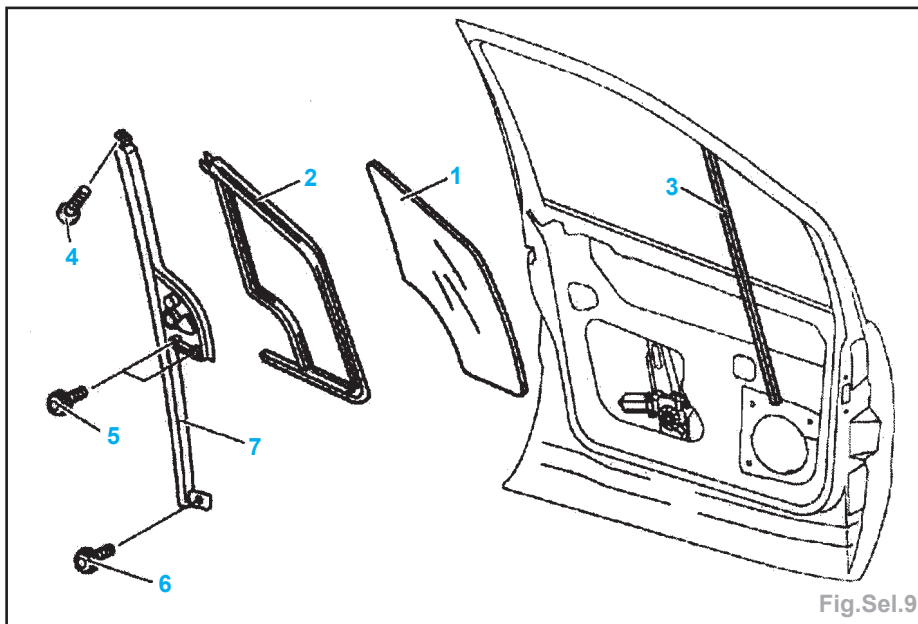

Fig.Sel.9
- Enlever le guide-vitre (3) au niveau du montant (7) (Fig.Sel.9).
- le montant (7),
- la vitre fixe (1) avec son joint (2).